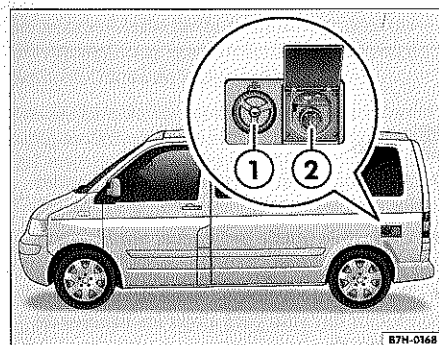

Fig. 4 Boca de llenado para agua potable ① y conector de 230 voltios ②
El conector de alimentación de 230 voltios ⇒ fig. 4 ② se encuentra en la parte exterior del vehículo, protegido con una tapa, en el lado trasero izquierdo.